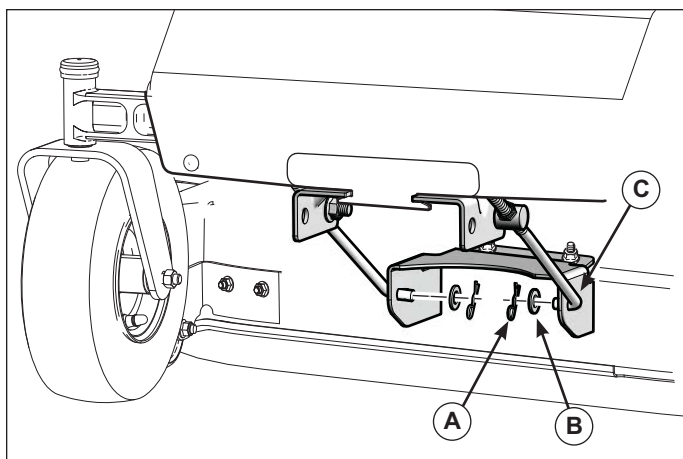

Figure 17. Bras de levage arrière
9. Retirer les goupilles (A, figure 17) et les rondelles (B) fixant les bras de levage arrière (C). Séparer les bras de levage arrière du plateau de coupe.
3. Glisser le plateau de coupe vers l'arrière et raccorder les bras de levage arrière au plateau de coupe. Fixer avec les rondelles (B, figure 17) et les goupilles (A).